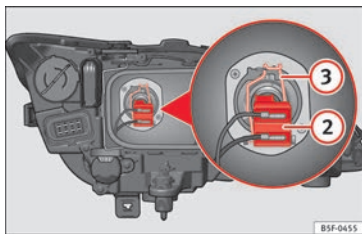

Bild 104 Halvljusstrålkastare.
- Ta bort kontakten » bild 104 ② från glödlamp.
- Lossa fjäderhållaren » bild 104 ③ genom att trycka inåt till höger.